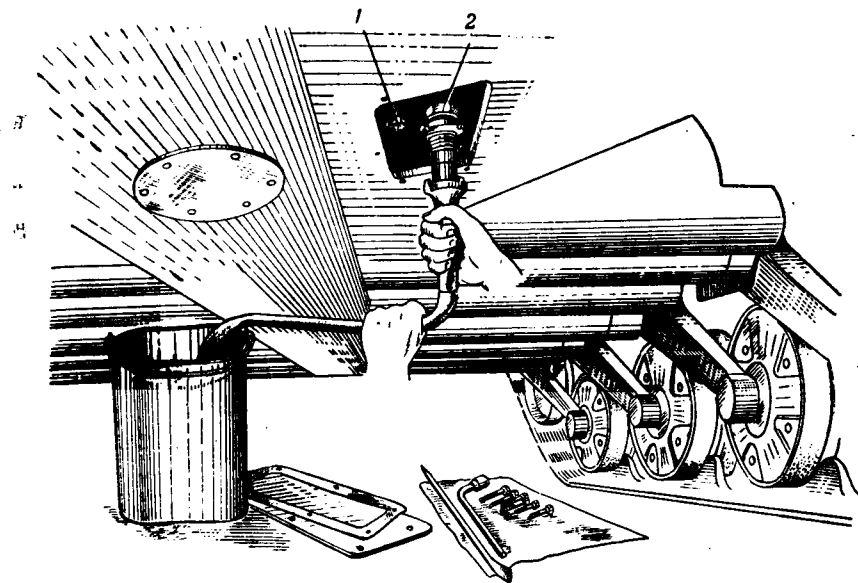

Рис. 6. Слив масла из масляного бака:
1. Открыть лючок в днище танка под масляным баком (рис. 6).